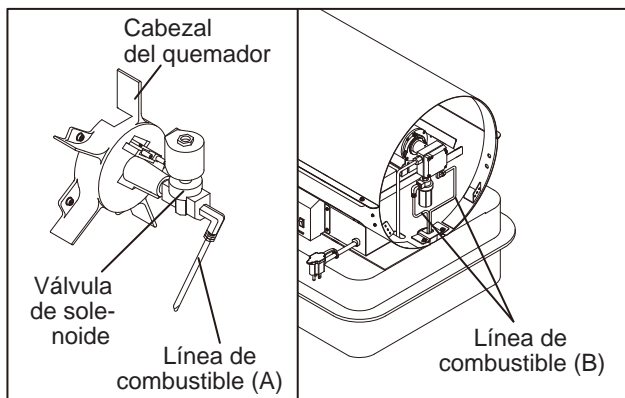

Figura 12. Apriete la Línea de Combustible
- Use una llave de 1/4 pulg. y apriete la línea de combustible (A) en la válvula de solenoide y en la bomba (consulte la Figura 12).